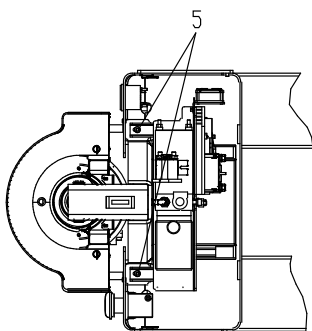

Рис. 13
- (Рис.13) ослабьте винт 5, чтобы литиевая батарея не сжималась встроенным